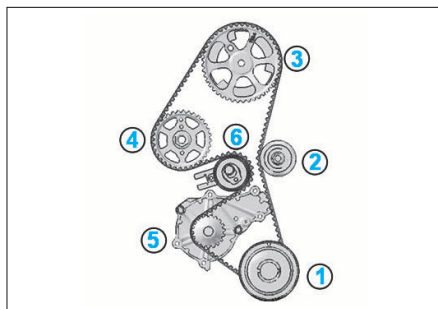

FIG. 12
- Reposer la courroie de distribution, brin bien tendu, dans l'ordre suivant (Fig.12) :